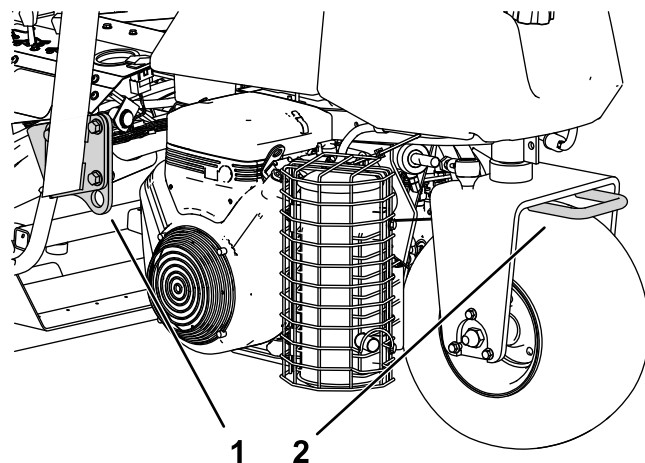

图25
- 用箍带、链条、缆绳或绳索将机器固定牢靠。前后箍带都应从机器的下方向外伸出图25。